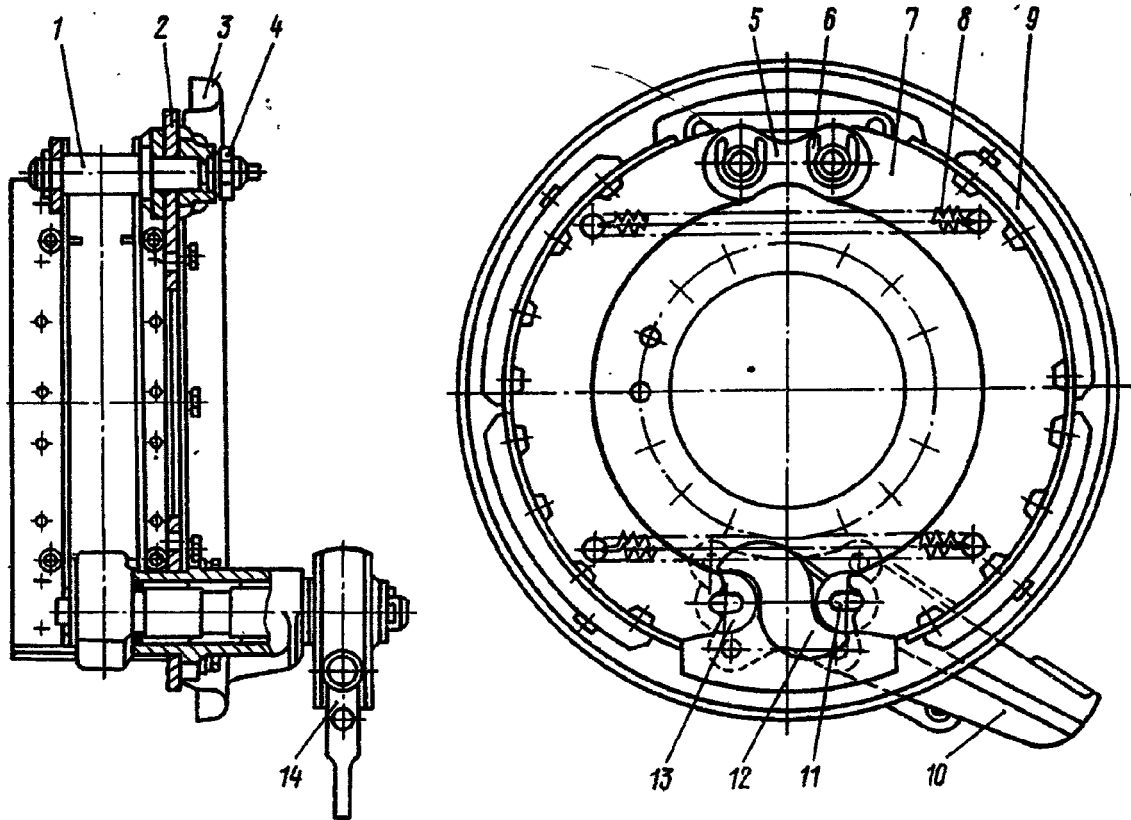

Рис. 63. Механизм тормозной:
4. Отсоедините и снимите наружные стяжные пружины 8 (рис. 63) колодок 7.	Клещи
Окна в щитке 3 (см. рис. 63) закройте резиновыми заглушками. Гайки 4 осей колодок затяните с моментом 98—122 Н·м (10—12,5 кгс·м)